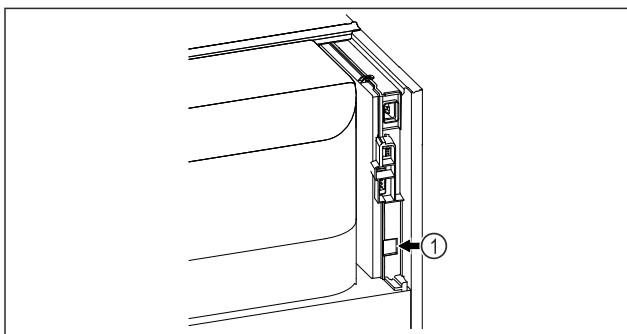

Fig. 144
- Moduli SmartModule Fig. 144 (1) është vendosur.